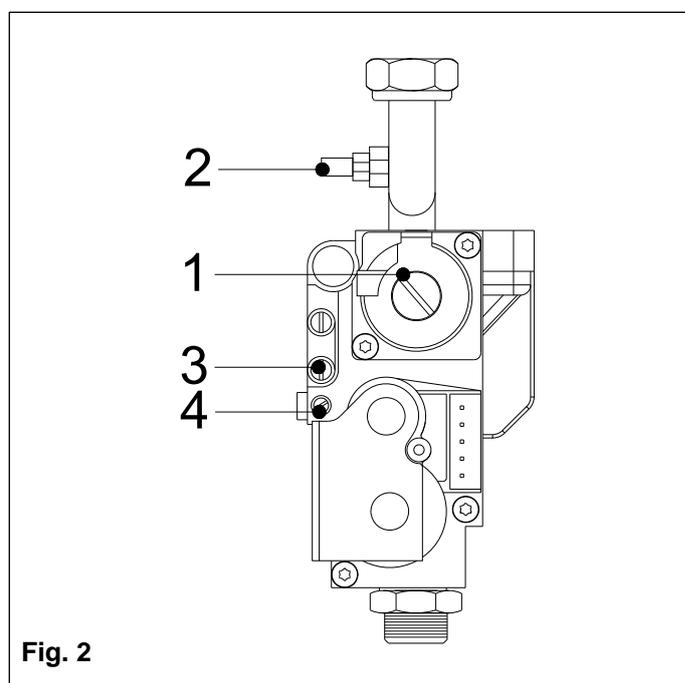

Fig. 2
- ouvrir la prise de pression 3 (voir fig.2) du bloc gaz et y relier le manomètre.
- fermer le robinet gaz, enlever le manomètre et fermer la prise de pression 3 (voir fig.2).